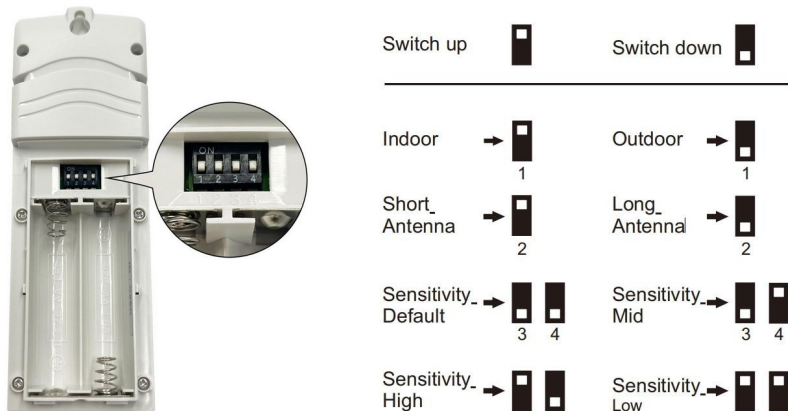

Рис. 3, 4. Батарейний відсік і DIP-перемикачі
1. Зніміть кришку батарейного відсіку на задній стінці датчика (рис. 3).